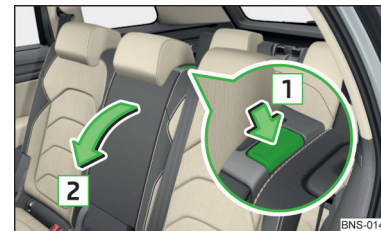

Abb. 92
- › Zum **Vorklappen** die Sicherungslasche in Pfeilrichtung **1** drücken und die Lehne in Pfeilrichtung **2** vorklappen » Abb. 92.